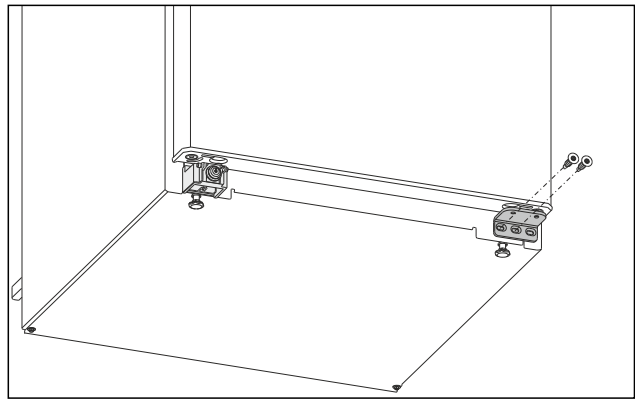

Fig. 6
- ▶ Выверните на нижнем опорном кронштейне центральный винт при помощи отвертки Torx 20. Fig. 6 ()
- ▶ Выверните на нижнем опорном кронштейне внутренний винт при помощи отвертки Torx 20. Fig. 6 ()